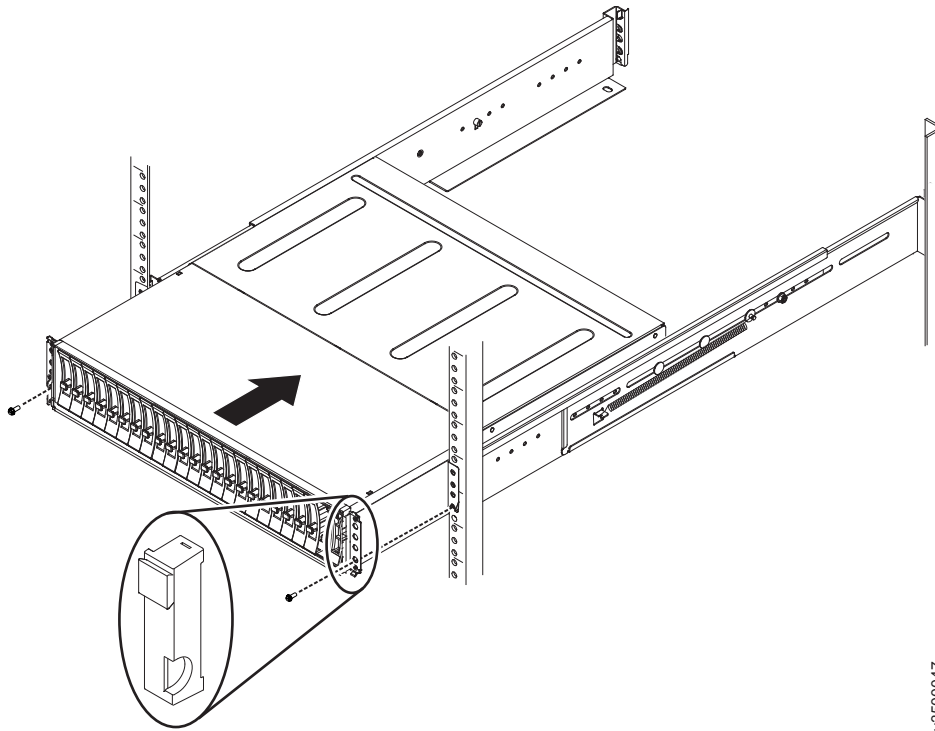

Figure 41. Insertion du boîtier dans l'armoire
3. Faites glisser avec précaution le boîtier dans l'armoire sur ses glissières jusqu'à insertion complète du boîtier (voir figure 41, à la page 39).
5. Réinstallez le cache de droite et de gauche. Voir figure 41. Le cache de gauche dispose de fentes destinées à des voyants qui s'alignent avec les voyants d'état sur le bord du boîtier.